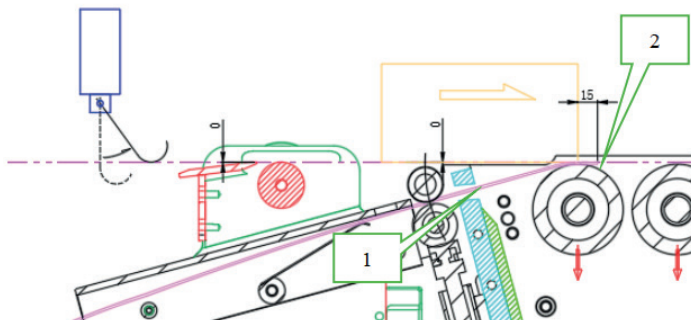

Figura 6-7
Conforme mostrado na Figura 6-7, a ação de alimentação continua a partir da posição de corte (1) até se estender além da primeira posição do rolo de pressão (2). Neste ponto, a placa e a fita de borda são unidas com precisão por meio de adesivo, com 5 a 15 mm adicionais de fita sendo aplicada. Quando o cilindro de alimentação aplica mais 10 a 20 mm, ele se retrai imediatamente, enquanto a fita de borda continua aderindo à placa à medida que se move para a direita. A duração desde a ativação do cilindro de alimentação até o final do atraso constitui o **Atraso na Alimentação**.